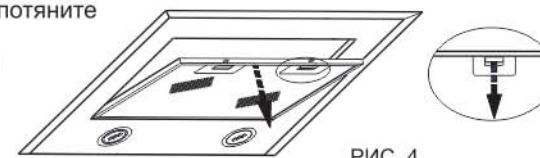

РИС. 4
8.3 Для очистки алюминиевого фильтра извлеките его из зонта (рис. 4) и произведите его очистку с помощью щетки горячим водным раствором нейтрального моющего средства вручную или в посудомоечной машине (при 60°C).
- снимите алюминиевый фильтр (рис. 4);
- перед установкой зонта снимите алюминиевый фильтр, для этого нажмите на пружинный замок на фильтре и потяните его вниз и на себя (рис. 4);